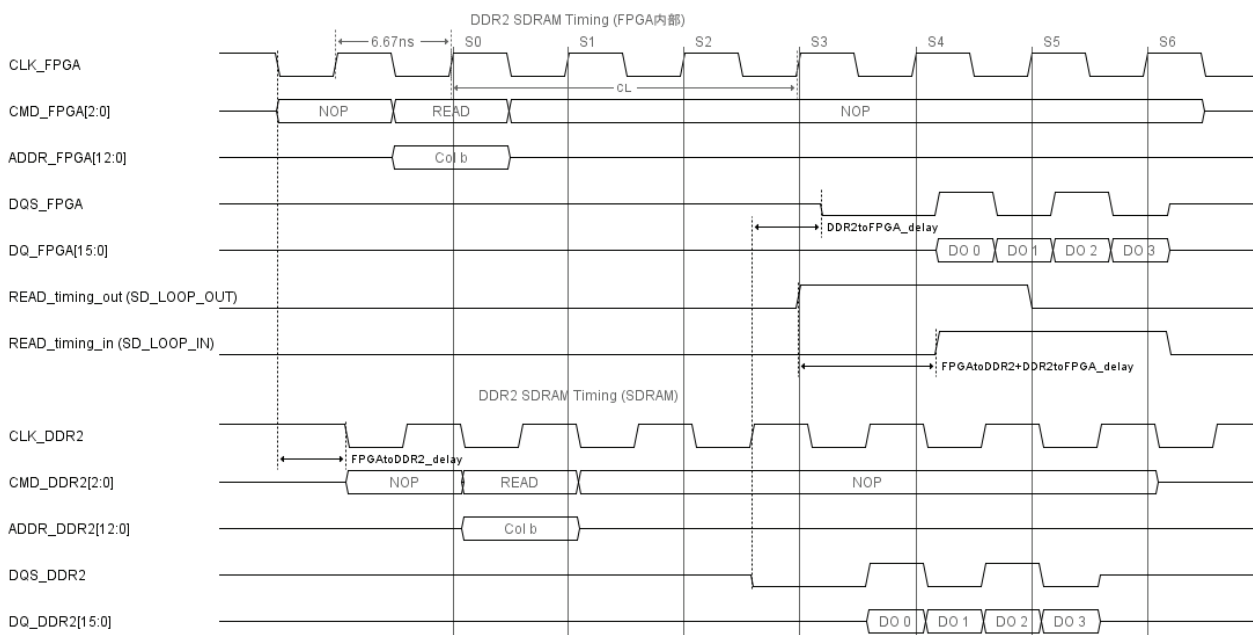

図 5. DDR2 SDRAM の Read 動作のタイミングチャート^[5]
DDR2 SDRAM の Read 動作のタイミングチャートを図 5^[5]に示す。Write 動作と同様に、上のブロックが FPGA 内部の信号を示し、下のブロックが DDR2 SDRAM での信号を示している。今、FPGA から READ コマンドが発行され、FPGA2DDR2_delay だけ遅延して DDR2 SDRAM に到達する。READ コマンドからデータが出てくるまでのレイテンシ(CL)は 3 クロックであるので、DDR2 SDRAM に READ コマンドが到達してから 3 クロック後に DQ が始まる。その DQ や DQS が DDR2 SDRAM から FPGA まで到達する遅延時間を DDR2toFPGA_delay とする。FPGA が Read データを受けるときの場合は、FPGAtoDDR2_delay+ DDR2toFPGA_delay の遅延が発生することになるので、Read データを受け取る FIFO (First In First Out) の Write イネーブルのタイミングを決定することが困難となる。そのため、あらかじめ FPGA 内部の READ_timing を SD_LOOP_OUT から出力し、FPGA から DDR2 SDRAM までの配線を行って戻って SD_LOOP_IN に帰ってきた READ_timing を使用して、FIFO の Write イネーブルとすればタイミングの問題は発生しない。
じ配線遅延があるはずである。よって DQS をデータ (DQ) よりも 1/4 周期遅延させることができれば、Read データを受けることができる(図 5 参照)。もう 1 つ問題になるのは、Read データが来るタイミングである。これは、FPGA の DDR2 SDRAM コントローラから Read コマンドを DDR2 SDRAM に発行して、Read 動作を行わせる場合である。何も工夫をしないと、配線による遅延時間や FPGA からのクロックの出力遅延時間、Read データが入ってくる FPGA の入力用 FF の遅延時間などで、DDR2 SDRAM コントローラはどのタイミングで Read データが取れるかがわからない。Spartan3A Starter Kit には、Read タイミングを伝送するための SD_LOOP_IN と SD_LOOP_OUT がある。DDR2 SDRAM コントローラは自分で Read のタイミング信号を SD_LOOP_OUT から出力して、DDR2 SDRAM までの配線遅延を追加した信号を再度 SD_LOOP_IN から入力することによって、Read データの来るタイミングを知ることができる。